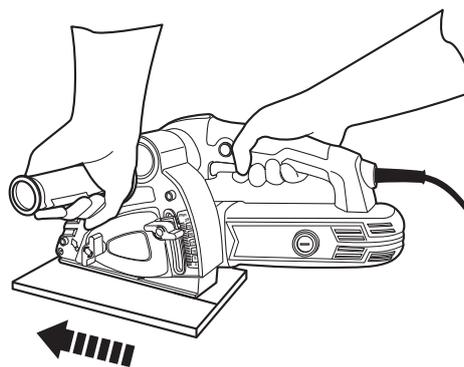

Fig. 12
- > Dirigez prudemment le produit sur la pièce à travailler. Ne couper pas en vous dirigeant vers l'arrière. Poussez lentement le produit vers l'avant à une vitesse régulière (Fig. 12).